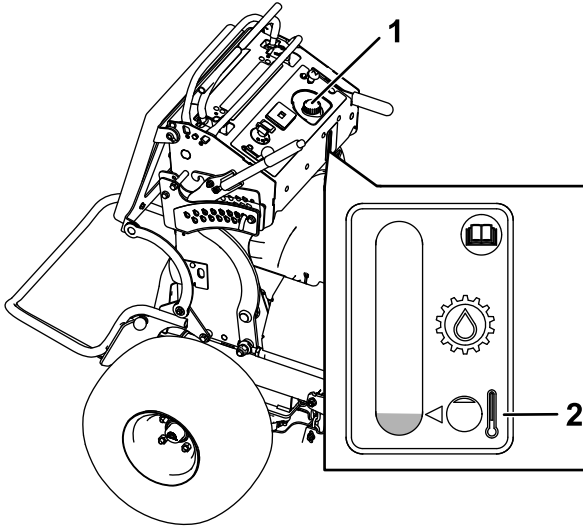

Figura 70
4. Limpie alrededor del cuello de llenado y el tapón del depósito de aceite hidráulico (Figura 70).
5. Retire el tapón del cuello de llenado (Figura 70).